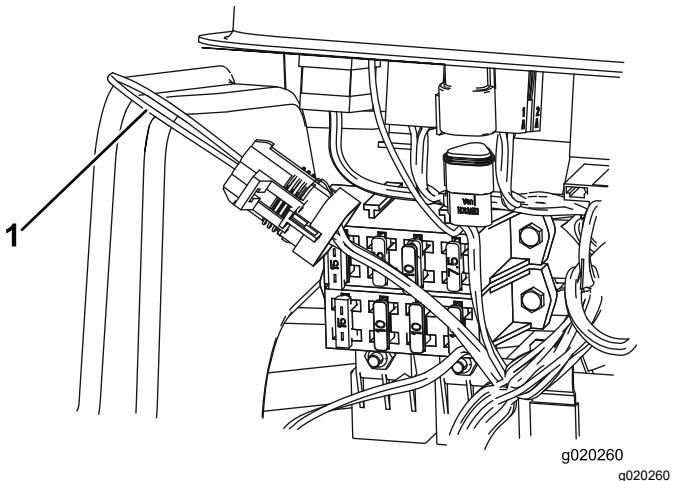

Figura 38
3. Accedete al cablaggio preassemblato e al connettore a circuito chiuso (Figura 38).